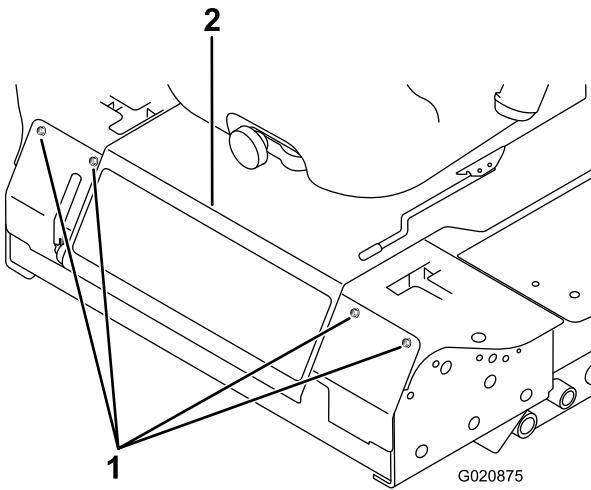

Bild 82
3. Nehmen Sie die Schrauben ab, mit denen die Frontplatte befestigt ist, und nehmen Sie sie ab (Bild 82).